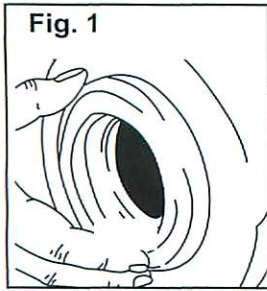

Fig. 1
2. Attach new closet flange seal to new toilet, lip side down (Fig. 1).
2. Fixer le nouveau joint d'étanchéité de la bride de sol au nouveau cabinet le côté de la lèvre vers le bas (voir fig. 1).
2. Instale el sello de brida del suelo nuevo en la parte inferior del inodoro nuevo, con el lado del borde hacia abajo (Fig. 1).